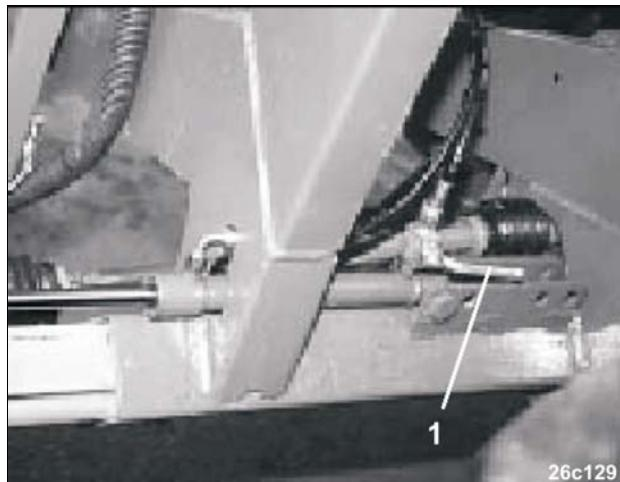

Рис. 134
- Блокировочный кран гидравлической регулировки ширины колеи для фиксации в транспортном положении закройте рычагом (Рис. 134/1), как изображено на иллюстрации.